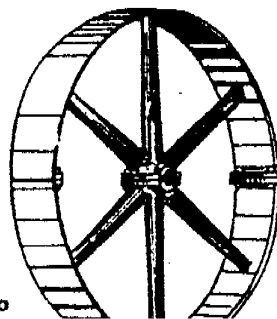

Figura 2 - Polea Partida
- *Polea partida*, compuesta por un armazón de fierro fundido o acero, dividido en dos mitades que se unen por medio de tornillos colocados en el interior de la polea (Figura 2).